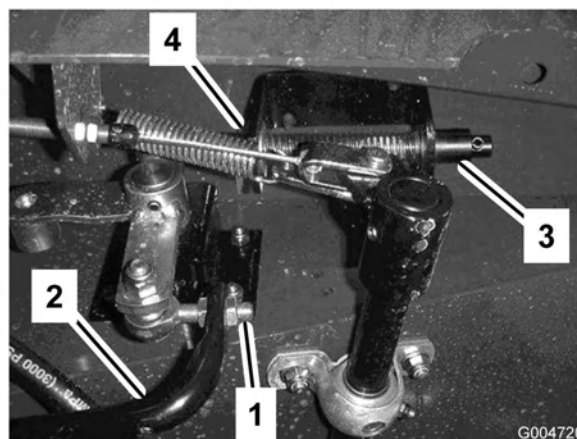

Bild 67
3. Lockern Sie die Klemmmuttern am Stangenende und stellen die Länge der Fahrpedalstange (Bild 67) so ein, dass das Pedal den Anschlag kurz vor dem Zeitpunkt erreicht, zu dem der Pumpenhebel seinen vollen Ausschlag erreicht. Ziehen Sie dann die Klemmmuttern fest.
3. Füllen Sie den Tank (Bild 67) mit ungefähr 30 l Hydrauliköl, siehe „Prüfen der Hydraulikflüssigkeit“.